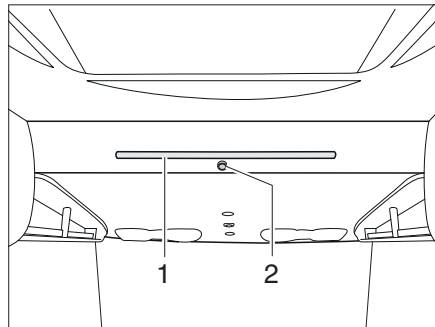

Fig. 103 Lit escamotable manuel
- Tirer sur le bouton de verrouillage (Fig. 103, 2) pour déverrouiller le lit escamotable.
- Tirer le lit escamotable à deux mains vers le bas par la barre de maintien (Fig. 103,1), en exécutant une courbe, jusqu'à ce qu'il s'encliquette de façon perceptible.
- Accrocher l'échelle d'accès avec les deux étriers dans la barre de maintien (Fig. 103,1) du lit escamotable.